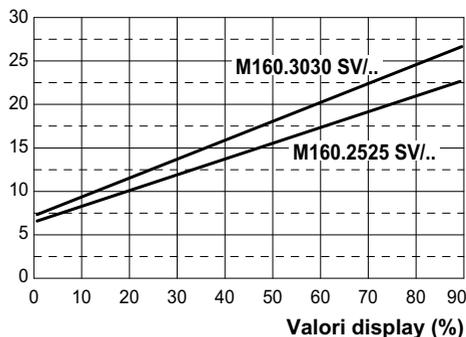
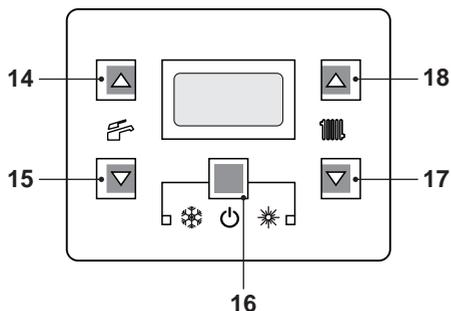
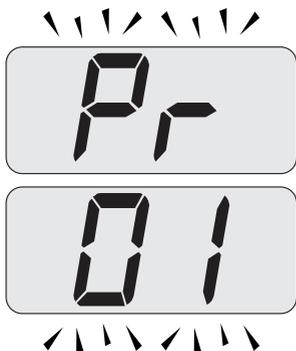
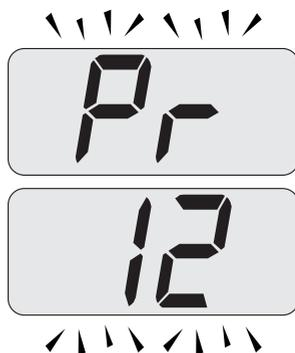

Figura 7.9
Figura 7.10
Figura 7.11
Figura 7.12
Il grafico in Figura 7.9 rappresenta come varia la potenza utile della caldaia in riscaldamento al variare del valore impostato nella scheda comando.
- Entrare in "modalità programmazione" premendo contemporaneamente per 10 secondi i tasti 16- 17- 18(Figura 7.10) fino a far apparire sul display LCD le lettere **Pr** che si alternano con il codice **01**, indicanti l'entrata nel "parametro 01"(Figura 7.11).
- Scorrere i vari parametri utilizzando i tasti 17o 18fino a far apparire sul display LCD le lettere **Pr** che si alternano con il codice **12**, indicanti l'entrata nel "parametro 12" (Figura 7.12).
- Premere contemporaneamente i tasti 16e 18(Figura 7.10) fino a far apparire sul display LCD il valore del parametro 12 (Figura 7.13) (99 = M160.1212 SV/.. - M160.2525 SV/.. - M160.3030 SV/..).
- Utilizzando i tasti 17o 18(Figura 7.10) è possibile modificare il valore del parametro 12 (riferirsi al grafico Figura 7.9 per determinare il valore corretto in funzione della potenza utile di riscaldamento).
- Premendo il tasto 16(Figura 7.10) si ottiene la conferma del valore inserito.
- Premendo contemporaneamente i tasti 16e 17(Figura 7.10) si esce senza modificare il valore (ritorno alla lista parametri Figura 7.12)
- Premendo contemporaneamente per 10 secondi i tasti 16- 17- 18(Figura 7.10) si esce dalla "modalità programmazione".